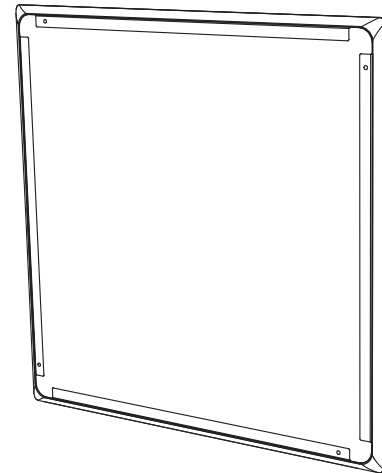

Fig. 19. Install the paint mask
2. Druk het verfmasker in de voorkant van het achterste blik, waar het door magneten op zijn plaats wordt gehouden. Dit masker wordt op zijn plaats gelaten terwijl het plafond en de omlijsting van het frame worden geveerd (Afb.19).